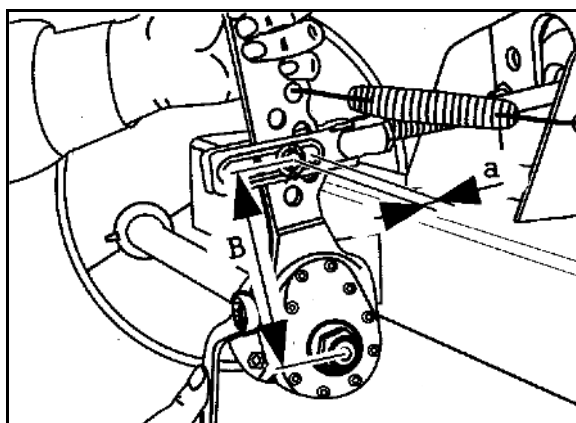

Fig. 139
1. Dévissez les deux tôles de protection (Fig. 139/1) sur le côté intérieur du tambour de frein.
Les impuretés qui pénètrent dans le frein peuvent se déposer sur les garnitures (Fig. 139/2) et dégrader sensiblement les performances du freinage.